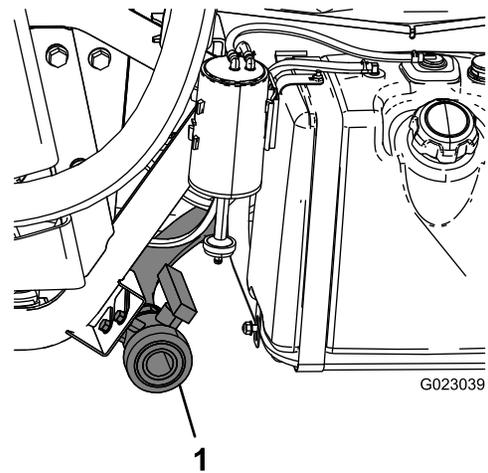

图 15
2. 找到机器左侧的药缸排水阀 图 15。
4. 打开阀门从药缸中排出所有未使用的材料并依照当地法规及材料制造商的说明来处置排放物 图 15。
5. 当药缸完全排空时关闭排放阀然后将排放阀安装到支架上 图 15。